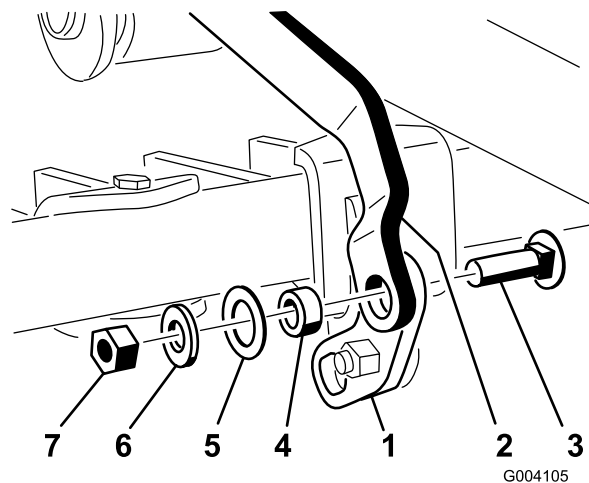

Bild 16
5. Drehen Sie das Hubpedalgelenk nach oben und befestigen Sie das rechteckige Loch an der Schwenklasche mit einer Schlossschraube (3/8" x 1-1/4"), einem Distanzstück, einer Scheibe (1"), einer Scheibe (13/16") und einer Sicherungsmutter (3/8") am Ende des Werkzeugleistenlenkers, wie in Bild 16 dargestellt.
6. Stecken Sie den Exzenterbolzen unten durch die Schwenklasche und die Schwenkhalterung und befestigen Sie ihn mit einer Sicherungsmutter (5/16") (Bild 16).